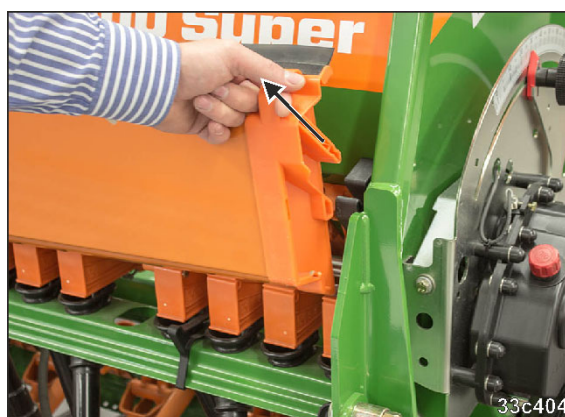

Fig. 135
1. Trageți cuvele de calibrare (Fig. 135) din suporturi.